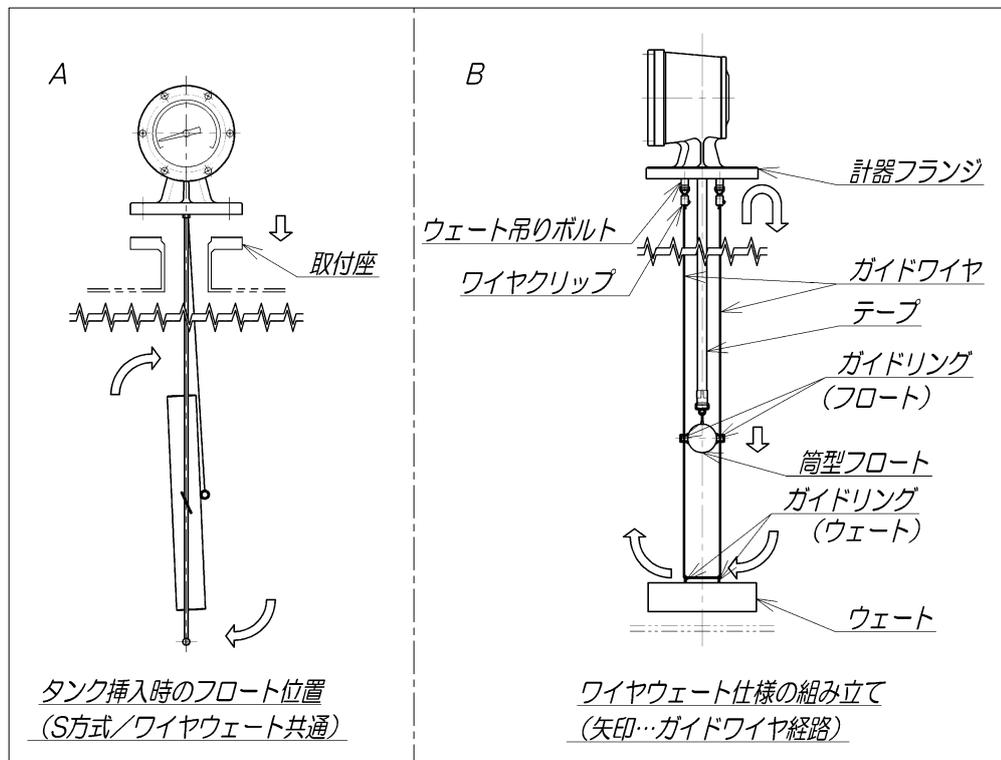

図 5. S 方式の設置方法-ワイヤウェート組み立て
- 4.3.5. ガasketを使用する場合は先に取付座に設置の上、フロートを図 5-A の通りに回転させて取付座から組み立てた接液部をタンク内に挿し込み、計器フランジを取付座に所定の締結部品で固定し取付を完了します。
- 4.4.1. 計器接液部分を組み立てます(図 5-B 参照)。ワイヤクリップを通してガイドワイヤの片方の先端を計器フランジ下面にある 2 つのウェイト吊りボルトの片側に通して同じワイヤクリップに再び通してからワイヤクリップのビス(M3 十字穴付ねじ 2 本)を締めてワイヤとワイヤクリップを固定します。
- 4.4.5. フロートを図 5-A の通りに回転させて取付座から組み立てた接液部をタンク内に挿し込みます。テープを手で持ちながら少しずつ繰り出す要領で慎重に降下させます。